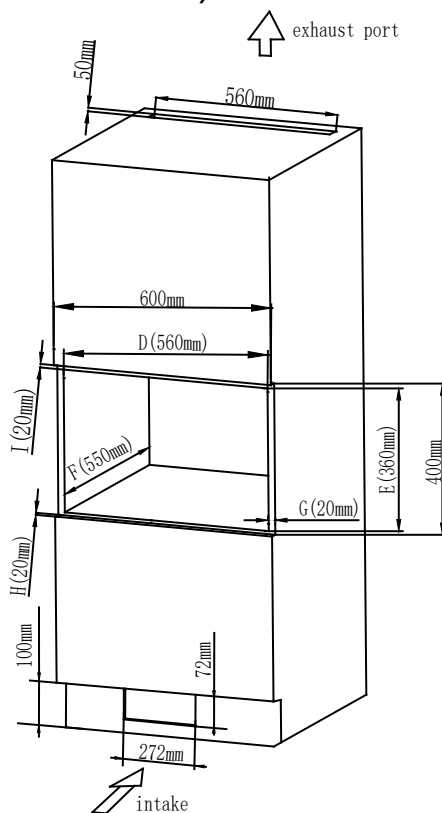

Fig.5
Dimensions d'ouverture : (D)  $560 \pm 2$  x (E)  $360 \pm 2$  x (F)  $550 \pm 2$  (mm) comme indiqué sur la Fig. 5 « D », « E », « F ».